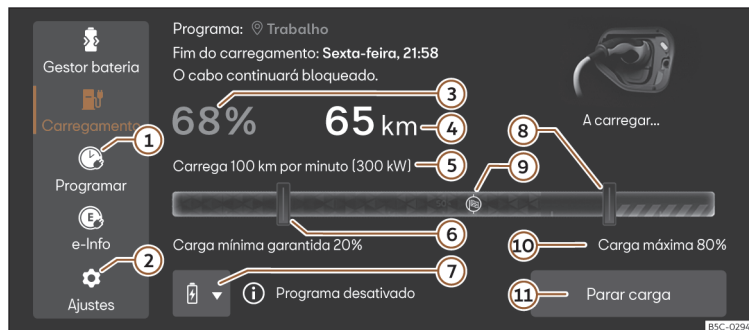

Fig. 67 No sistema infotainment: menu principal Carregamento.
2. Pressione o botão  2 >>> **Fig. 67.**